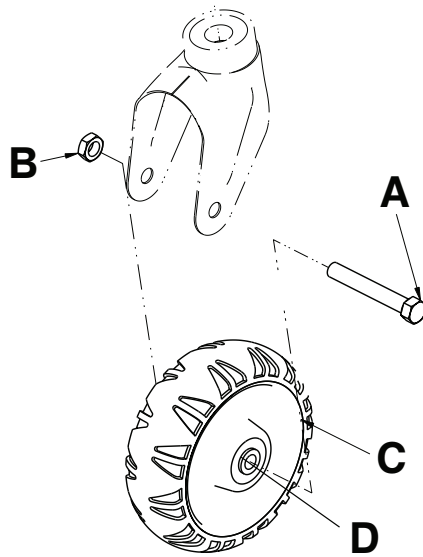

Figure 4 – Roue de civière sans les garde-roues
2. À l'aide d'une douille de 5/8 po avec une clé à cliquet de 3/8 po et une clé mixte de 11/16 po, retirer la vis d'assemblage à 6 pans (A) et l'écrou (B) qui fixent la roue (C) à la fourche de la roulette (Figure 4). Situé du côté droit du patient côté pieds de la civière utilisée avec l'ensemble de guide de roues installé. Conserver la vis. Jeter l'écrou.
3. Retirer et jeter les deux bagues de réduction (D) de la roue (Figure 4).